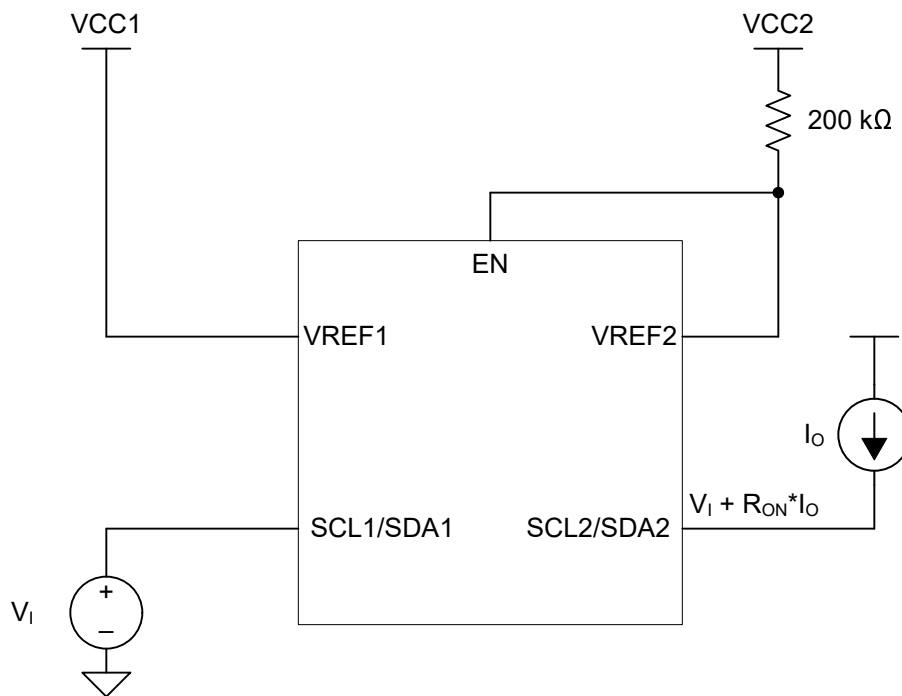

图 7-2. 用于  $R_{ON}$  延迟的应用设置
- (5) 仅在连接了拉电流配置的应用中测量。参阅图 7-2